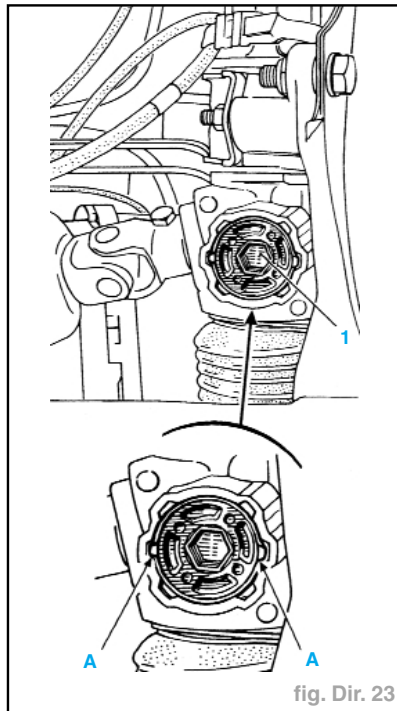

fig. Dir. 23
- défreiner l'écrou de réglage (1) en redressant les matages (A) de la collelette de l'écrou (fig. Dir. 23),